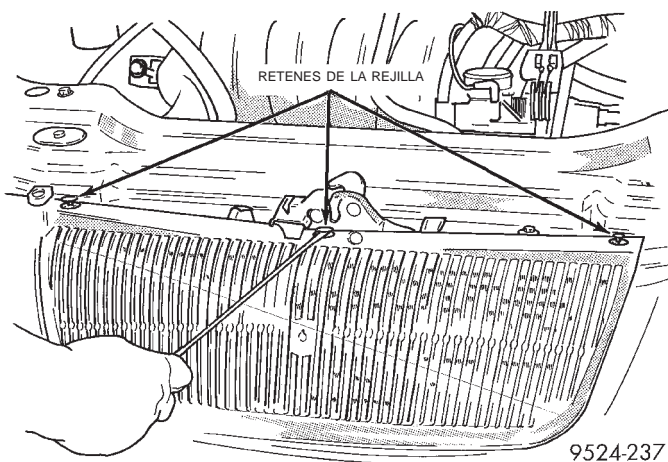

Fig. 24 Retenes de la rejilla
(1) Retire el refrigerante del sistema de A/A con una máquina de recuperación de refrigerante.
(2) Desconecte y tape la tubería del A/A en el condensador.
(3) Retire los retenes de la rejilla (Fig. 24). Para informarse sobre los procedimientos de desmontaje, consulte el grupo 23, Carrocería.